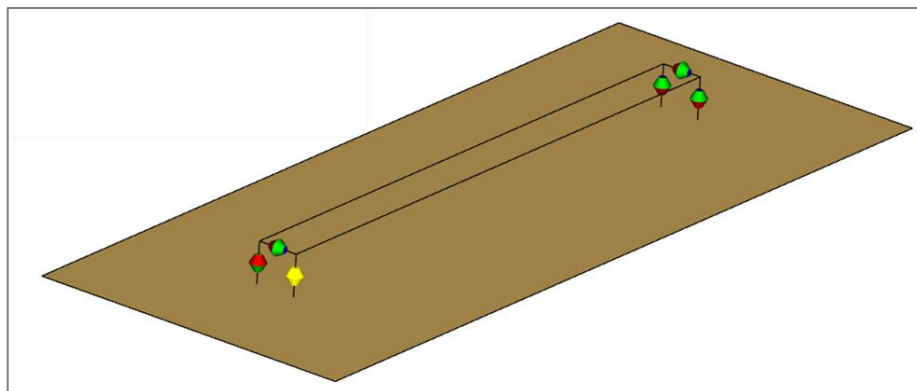

Рис. 88
– параметр *Порт* определяет порт для задания в нем нагрузки. Наименование порта выбирается из списка. В списке доступны только те порты, на которых нагрузка не была задана. Указанный порт подсвечивается в окне визуализации желтым цветом (рис. 88);